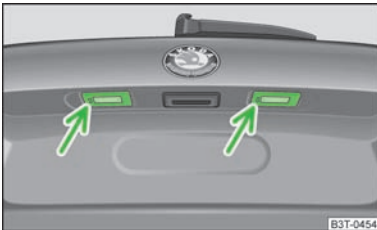

Abb. 196
- › Einen flachen Schraubendreher in die Öffnung im Pfeilbereich » Abb. 196 stecken und vorsichtig zur Mitte der Leuchte drücken, die Leuchte springt etwas heraus.